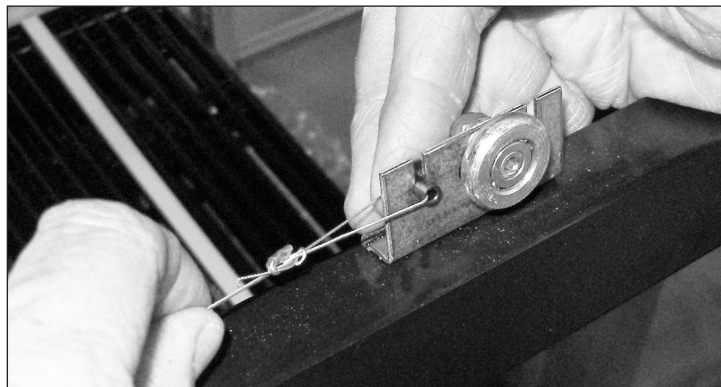

Abb. 5. Die Türschnur aus dem Laufrollenwinkel nehmen.
1. Die Türschnur aus dem Laufrollenwinkel nehmen. Siehe Abb. 5 und 6.